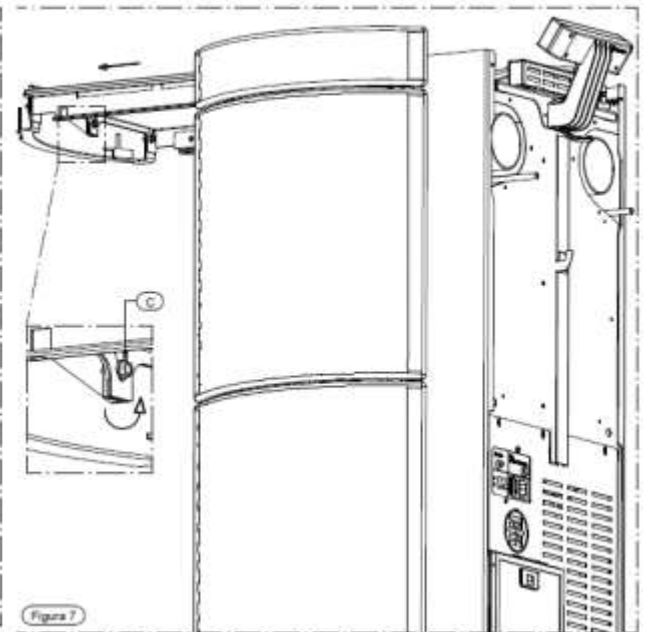
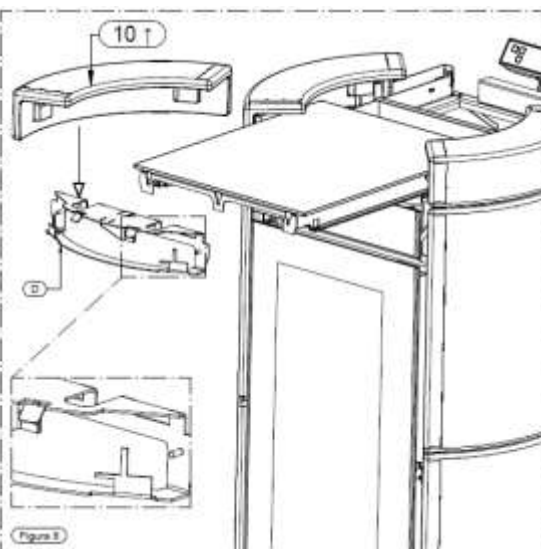

Figure 7
Figure 8
- 最後にタイル (10) を取り付けます。下図 7 に示すボルト C を 3 本緩めて下さい。緩めたらそれを上に持ち上げて引っ張ると取付けブラケット D が外れます。(下図 8 参照) ブラケット D へタイル (10) を取り付けて下さい。タイルは必ず耐熱シリコンで接着して下さい。最後にブラケット D を戻してボルト C で固定して下さい。(下図 9 参照) プライヤー等でタブを曲げることをお勧めします
- 最後にタイル (10) を取り付けます。
下図7に示すボルトCを3本緩めて下さい。緩めたらそれを上に持ち上げて引っ張ると取付けブラケットDが外れます。(下図8参照) ブラケットDへタイル (10) を取り付けて下さい。タイルは必ず耐熱シリコンで接着して下さい。最後にブラケットDを戻してボルトCで固定して下さい。(下図9参照) プライヤー等でタブを曲げることをお勧めします